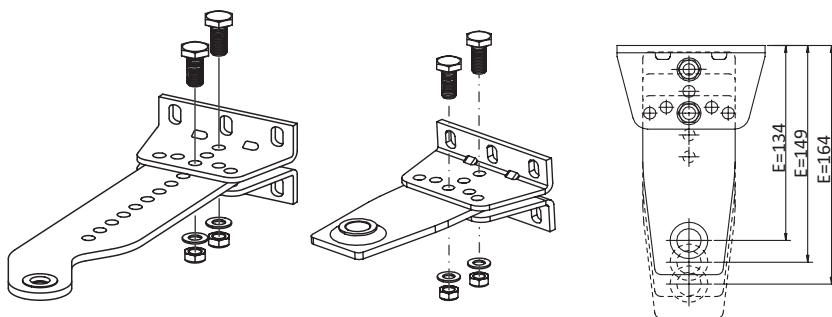
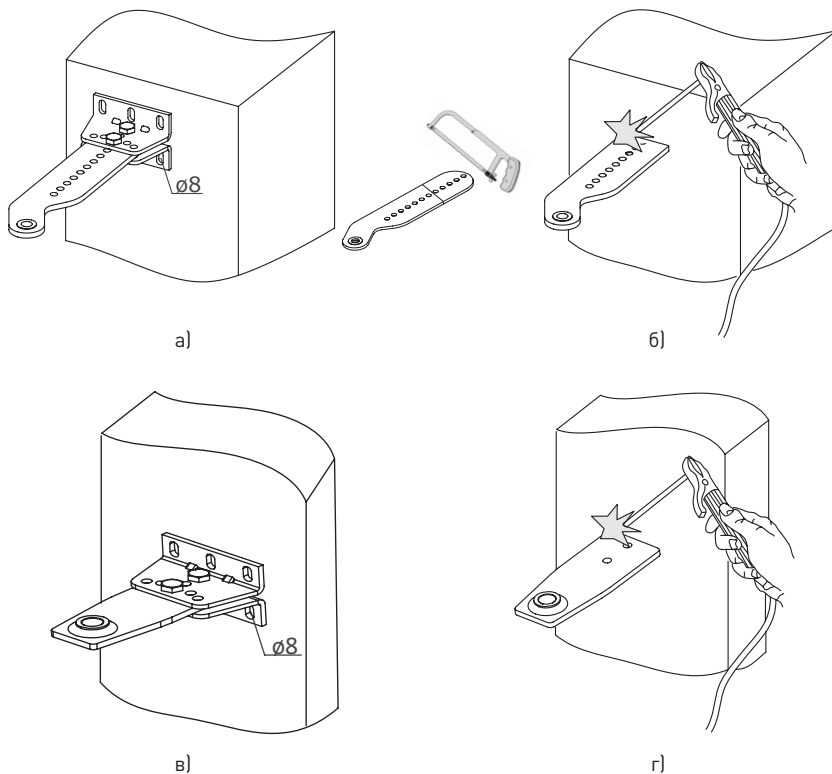
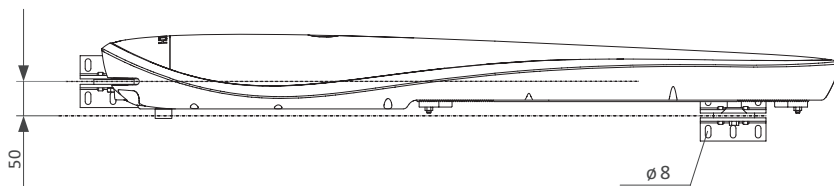

Рисунок 8. Сборка крепления заднего, переднего
Рисунок 9. Установка крепления заднего, переднего
Рисунок 11. Установка крепления переднего
**E** — размер между краем створки и осью установки привода на переднее крепление (рис. 8), минимальный размер  $E=134$  мм;  $\alpha$  — угол открытия створки;
- определите монтажные размеры **A** и **B** и место размещения заднего крепления на столбе, выберите вариант сборки заднего крепления (таб. 6, рис. 8). При необходимости кронштейн заднего крепления подрежьте до нужного размера. В случаях если длины кронштейна не достаточно, используйте подручные материалы для удлинения заднего крепления.
- Закрепите заднее крепление на столбе, крепление можно прикрутить или приварить к столбу (рис. 9). Убедитесь, что крепление установлено горизонтально. Крепление должно быть собрано и установлено жестко.
- Выдержав монтажный размер **W**, закрепите переднее крепление на створке (рис. 11). Длина переднего кронштейна **E** регулируется (рис. 8), при этом необходимо учитывать условие **B > X**. В случаях если длины кронштейна не достаточно, используйте подручные материалы для удлинения переднего крепления. Крепление можно прикрутить или приварить к створке (рис. 9). Установку проверяйте уровнем.